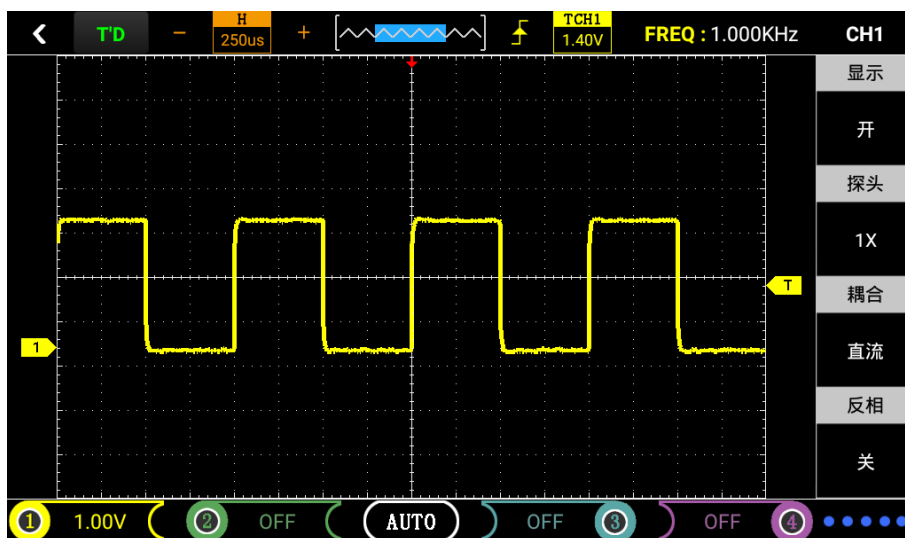

图3-6
- 如设置垂直方向为1.00V/div，操作步骤如上例。如图3-6、3-7